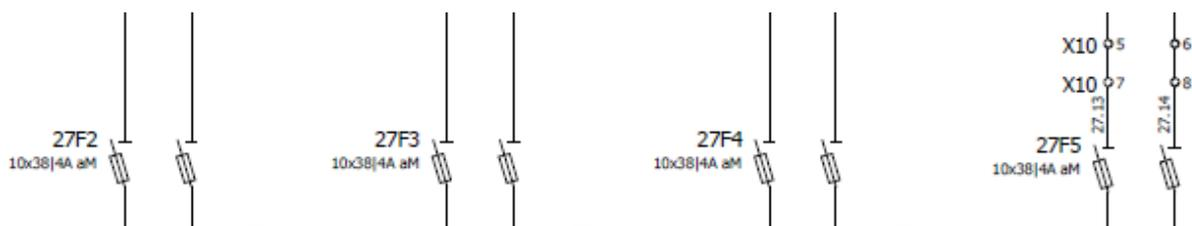

Figura 67: Punti di verifica della tensione ausiliaria 230Vac
- Verificare la presenza dell'alimentazione a valle dei fusibili 27F2, 27F3, 27F4 e 27F5 (vedi Figura 67).